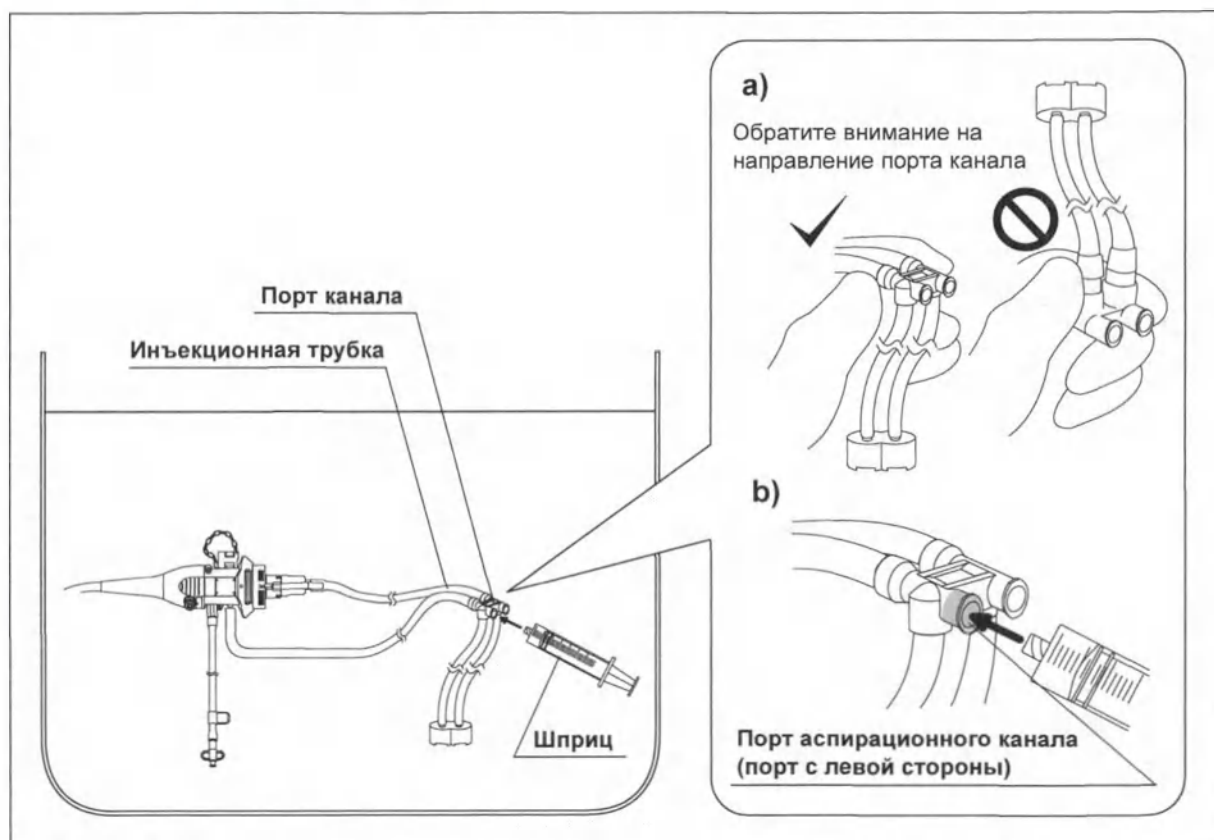

Рисунок 5.65
- 3 Присоедините стерильный шприц объемом 30 мл к порту аспирационного канала инъекционной трубки. (см. рис. 5.65)
- 7** Присоедините стерильный шприц объемом 30 мл к порту аспирационного канала инъекционной трубки. (см. рис. 5.65)
(см. рис. 5.65)